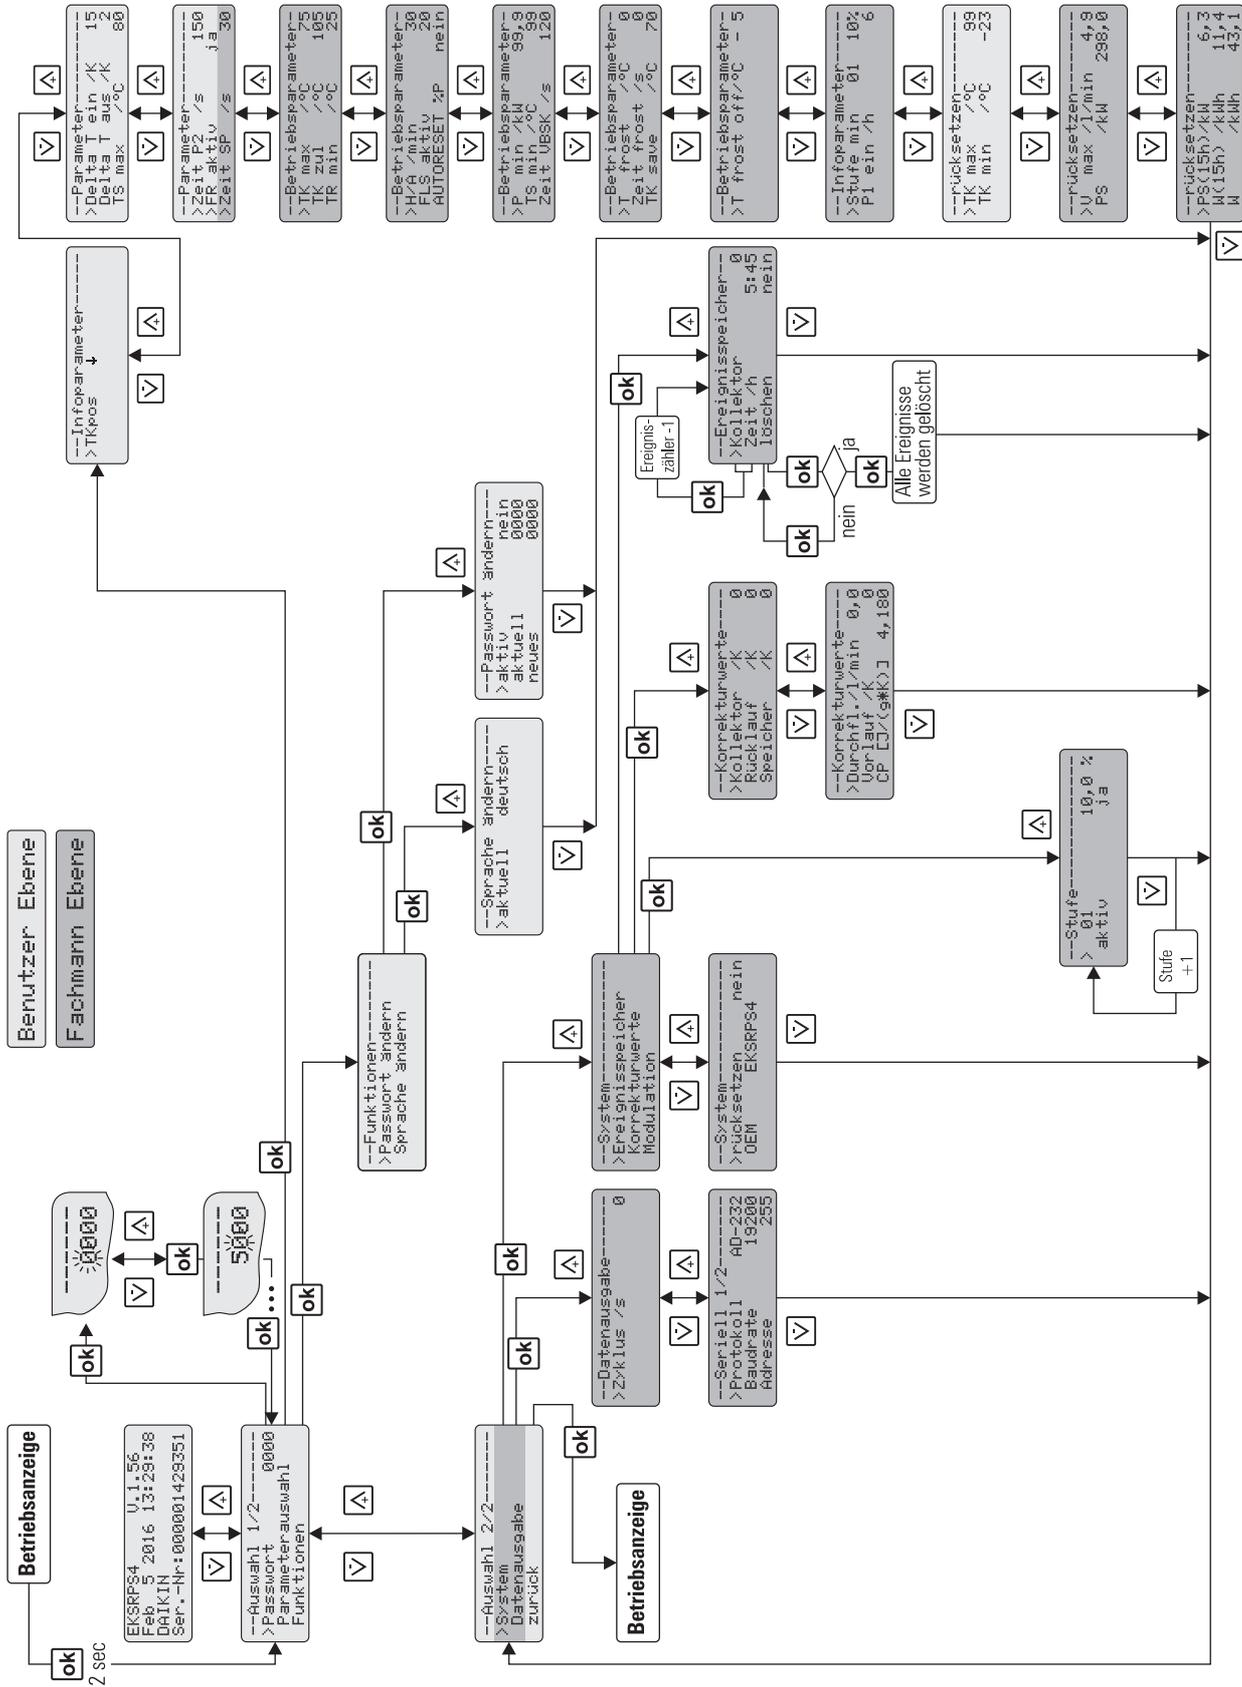

Bild 6-7 Einstellmenü
Am Status der Frostschutzfunktion [FR aktiv] ist zu erkennen, ob die Funktion aktiviert oder deaktiviert ist (Bild 6-7). Der Heizungsfachmann kann die Funktion manuell ein- oder ausschalten.
Im Menü (Bild 6-7) wird in der ersten Zeile der aktive Menüpfad angezeigt, in der linken Spalte zeigt ein Cursor (">") auf den darunter liegenden Menüpfad oder einen Parameter. Von dort aus navigiert man im jeweiligen Menübaum mit den Pfeiltasten nach oben (+ Taste) oder unten (– Taste).
Wurde der gewünschte Parameter geändert und die gesamte Parameterliste nach unten durchgeblättert, gelangt man wieder zurück in das Auswahlmenü [Auswahl 2/2] und von dort in die Betriebsanzeige (siehe Bild 6-7). Die Regelung arbeitet sofort mit den geänderten Parameterwerten. Grundsätzlich springt die Regelung in den Betriebsanzeigemodus zurück, wenn etwa 10 min lang keine Taste betätigt wird.
Der Fachmannbereich des Einstellmenüs ist durch ein Passwort geschützt, welches am Anfang des Einstellmenüs eingegeben wird. Auch der Benutzerbereich kann geschützt werden. Die Ebene Benutzer und die Ebene Fachmann sind im Bild 6-7 farblich unterschiedlich dargestellt.
Die Aktivierung und Änderung bzw. Neuvergabe des Benutzer-Passwortes erfolgt im Menüpfad: [Auswahl 1/2] -> [Funktionen] -> [Passwort ändern] (siehe Bild 6-7):
Das Passwort wird im Menüpfad: [Auswahl 1/2] unter [Passwort 0000] eingegeben. Es schaltet alle für den Fachmann wichtigen Anlagenparameter im Einstellmenü frei (siehe Bild 6-7).
Im Einstellmenü kann im Menüpfad: [Auswahl 1/2] -> [Funktionen] -> [Sprache ändern] nachträglich eine andere Sprache ausgewählt werden (Bild 6-7).
Die Einstellung der Parameter erfolgt nach Bild 6-7. Alle einstellbaren Parameter sind mit Zugriffsebene, Verstellbereich und Werkseinstellung in Tab. 6-5 dargestellt. Im Menüpfad: [Auswahl 1/2] -> [Parameterauswahl] -> [rücksetzen] können die Maximalwerte und Rechenwerte (siehe Tab. 6-5) zurückgesetzt werden. Dabei wird mit der OK-Taste der angewählte Maximalwert sofort auf Null gesetzt. Die Pfeiltaste nach unten macht diese Handlung rückgängig, der Cursor geht zurück nach links. Mit der OK-Taste wird die Auswahl bestätigt. Durch wiederholtes Drücken der Pfeiltaste nach unten gelangt man in das Feld [Auswahl 2/2]. Bestätigen von [zurück] navigiert in die Betriebsanzeige.
- Über den Menüpfad: [Auswahl 2/2] -> [System] -> [Modulation] zu [Stufe] (siehe Bild 6-7) navigieren.
- Über den Menüpfad: [Auswahl 2/2] -> [System] -> [Korrekturwerte] den Korrekturparameter (siehe Bild 6-7) anwählen und Werte entsprechend Tab. 6-4 verändern.
Dieser Kontakt steuert einen externen Wärmeerzeuger so, dass der Speicher unter günstigen Witterungsvoraussetzungen nicht durch den externen Wärmeerzeuger aufgeheizt wird. Dazu wird das als Zubehör angebotene Anschlusskabel BSKK benötigt. Erreicht die Solaranlage eine vom Heizungsfachmann einstellbare Momentanleistung (Menüpfad: [Auswahl 1/2] -> [Parameterauswahl] -> [P min]) oder ist der Speicher auf eine vom Heizungsfachmann einstellbare Mindest-Speichertemperatur (Betriebsparameter [TS min] siehe Tab. 6-5) aufgeheizt, wird über einen Kontakt z. B. der Brenner stromlos geschaltet. Die Parametereinstellung für den Brennersperrkontakt ist in Bild 6-7 beschrieben.